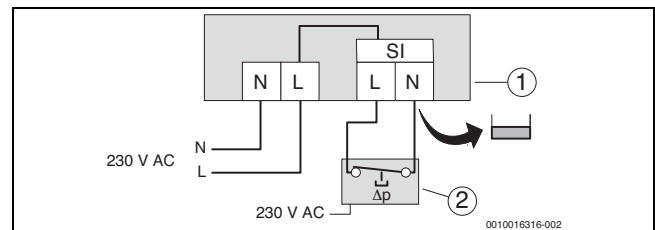

Bild 53 Anschluss Differenzdruckwächter an der Elektronik
- Anschluss an die Anschlussklemme SI im Modul (→ Tabelle 10 und Bild 53)